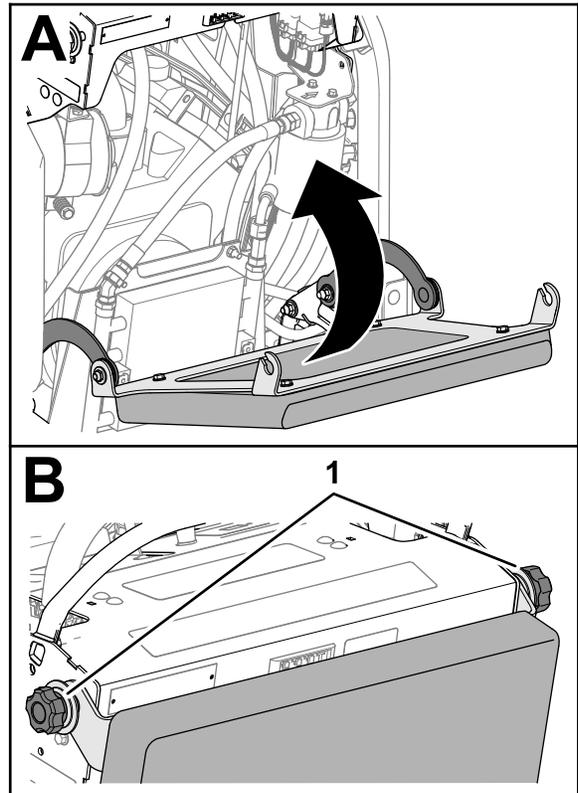

図 68
1. 運転席のクッションを上げる 図 68。
2. ノブ2個を締め付ける 図 68。